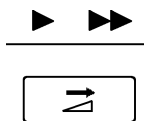
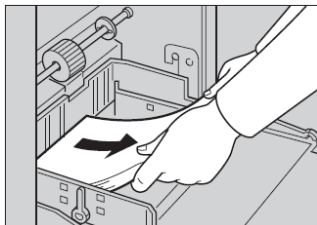

图 5-20 用【调速】键调整图像浓度
图 5-21 从进纸盘中取出纸张
② 制作版纸之后使用【调速】键调整图像浓度，如图 5-20 所示，按【调速】键降低印刷速度，再次按该键则使印刷速度回到“快”。印刷速度越快，印刷图像浓度越低。
(5) 印刷后的操作
- ① 向下压进纸盘调整杆，从进纸盘中取出纸张，如图 5-21 所示。